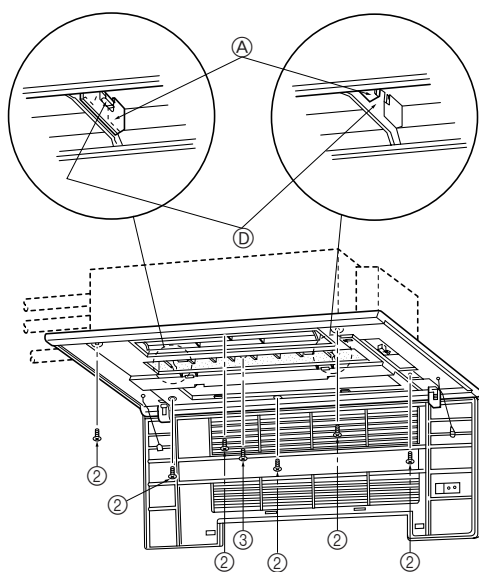
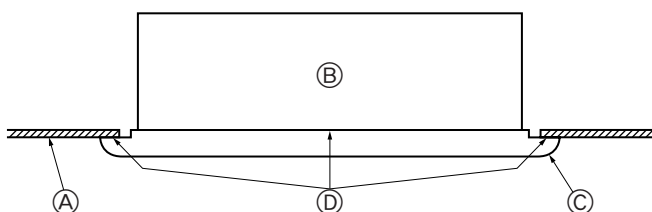

Fig. 5-5
Fig. 5-6
- Τακτοποιήστε το εμπρόσθιο καπάκι έτσι ώστε να προσαρμοστεί κατάλληλα στη γωνία ανάμεσα στην οροφή και στον τοίχο και τοποθετήστε τα μπουλόνια στερέωσης ② (προμηθεύονται με τη γρίλια) στις τέσσερις θέσεις αριστερά και δεξιά, αφήνοντάς τα λίγο χαλαρά. (Fig. 5-5)
- Στη συνέχεια σφίξτε τα μπουλόνια στερέωσης ② και τις σχετικές βίδες ③ στα τρία κεντρικά σημεία.
- Τέλος σφίξτε τα μπουλόνια στερέωσης ② στα τέσσερα σημεία δεξιά και αριστερά.
- Στο σημείο αυτό βεβαιωθείτε ότι δεν υπάρχουν διάκενα ανάμεσα στην εσωτερική μονάδα και στο εμπρόσθιο καπάκι καθώς και ανάμεσα στο εμπρόσθιο καπάκι και στην επιφάνεια της οροδής. Εάν υπάρχουν διάκενα, ο αέρας μπορεί να μπει μέσα και μπορεί να προκαλέσει το στάξιμο νερού (Fig. 5-6).
- * Σφίξτε τα μπουλόνια στερέωσης ② και τις σχετικές βίδες ③ καλά.